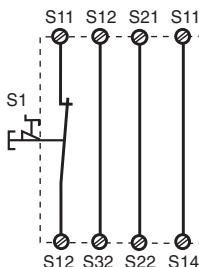
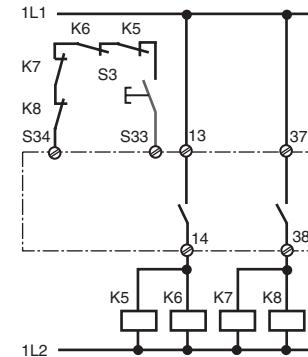

Fig. 2: Circuito de entrada monocanal, rearne automático/Circuito di ingresso monocanale, start automatico/Eenkanalig ingangscircuit, automat. start
Fig. 10: como fig. 9 con rearne supervisado/
- Figs. 2 y 7: **sin** conexión S33-S34.
In fig. 2 ... fig. 10 worden aansluitvoorbeelden gegeven van noodstopschakeling met automatische en bewaakte start, hekbewaking en contactvermeerdering door middel van externe magneeschakelaars.
- Fig. 2 en 7: **nessun** collegamento S33-S34.
- Fig. 2 en 7: **geen** verbinding S33-S34